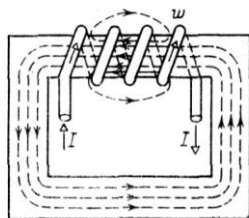

Рис. 7-5.
3. Напряженность магнитного поля катушки $H=500$ А/м. Какова будет магнитная индукция, если в катушку вставить магнитопровод из трансформаторной стали (рис.7-5), относительная магнитная проницаемость которой 2400? Каков будет магнитный поток?